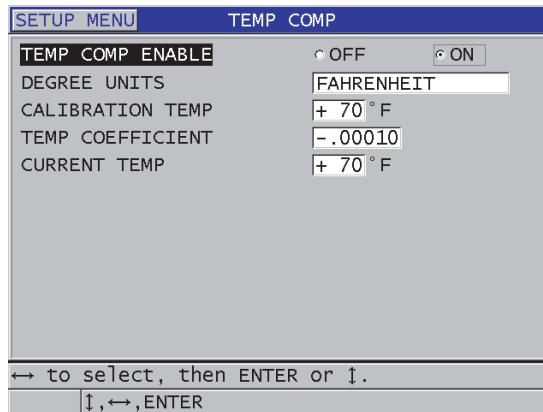

Figura 10-18 Pantalla COMPENSACIÓN TEMP. (TEMP COMP)
3. En la pantalla **COMPENSACIÓN TEMP.** (TEMP COMP) [ver Figura 10-18 en la página 187]:
- a) Determine el parámetro **HABILITAR COMP. TEMP.** (TEMP COMP ENABLE) a **ACTIVADO (ON)** para activar la función de compensación de temperatura.